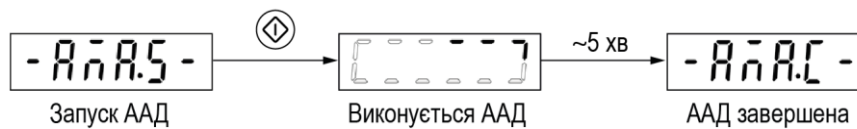

Рисунок 7.4 – Індикація стану ААД
3. Для параметра *P 4.2.1.3* (Режим ААД) установити значення **1** (Активувати повну ААД) або **2** (Активувати спрощену ААД), на екрані ЛПО відображається «Запуск ААД», див. рисунок 7.4.